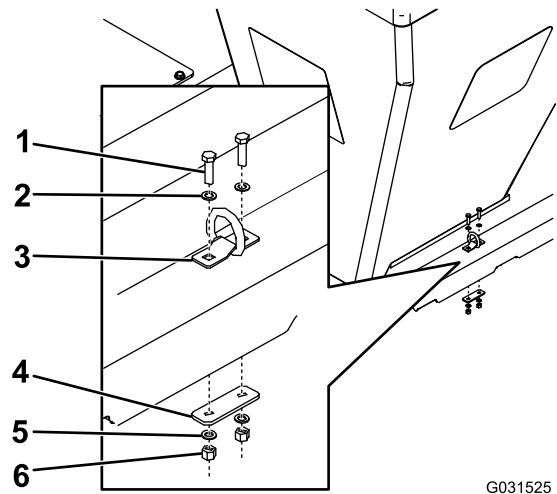

Bild 7
2. Montieren Sie die D-Ringe, wie in Bild 7 abgebildet, und ziehen Sie die Schrauben auf 28 N·m an.